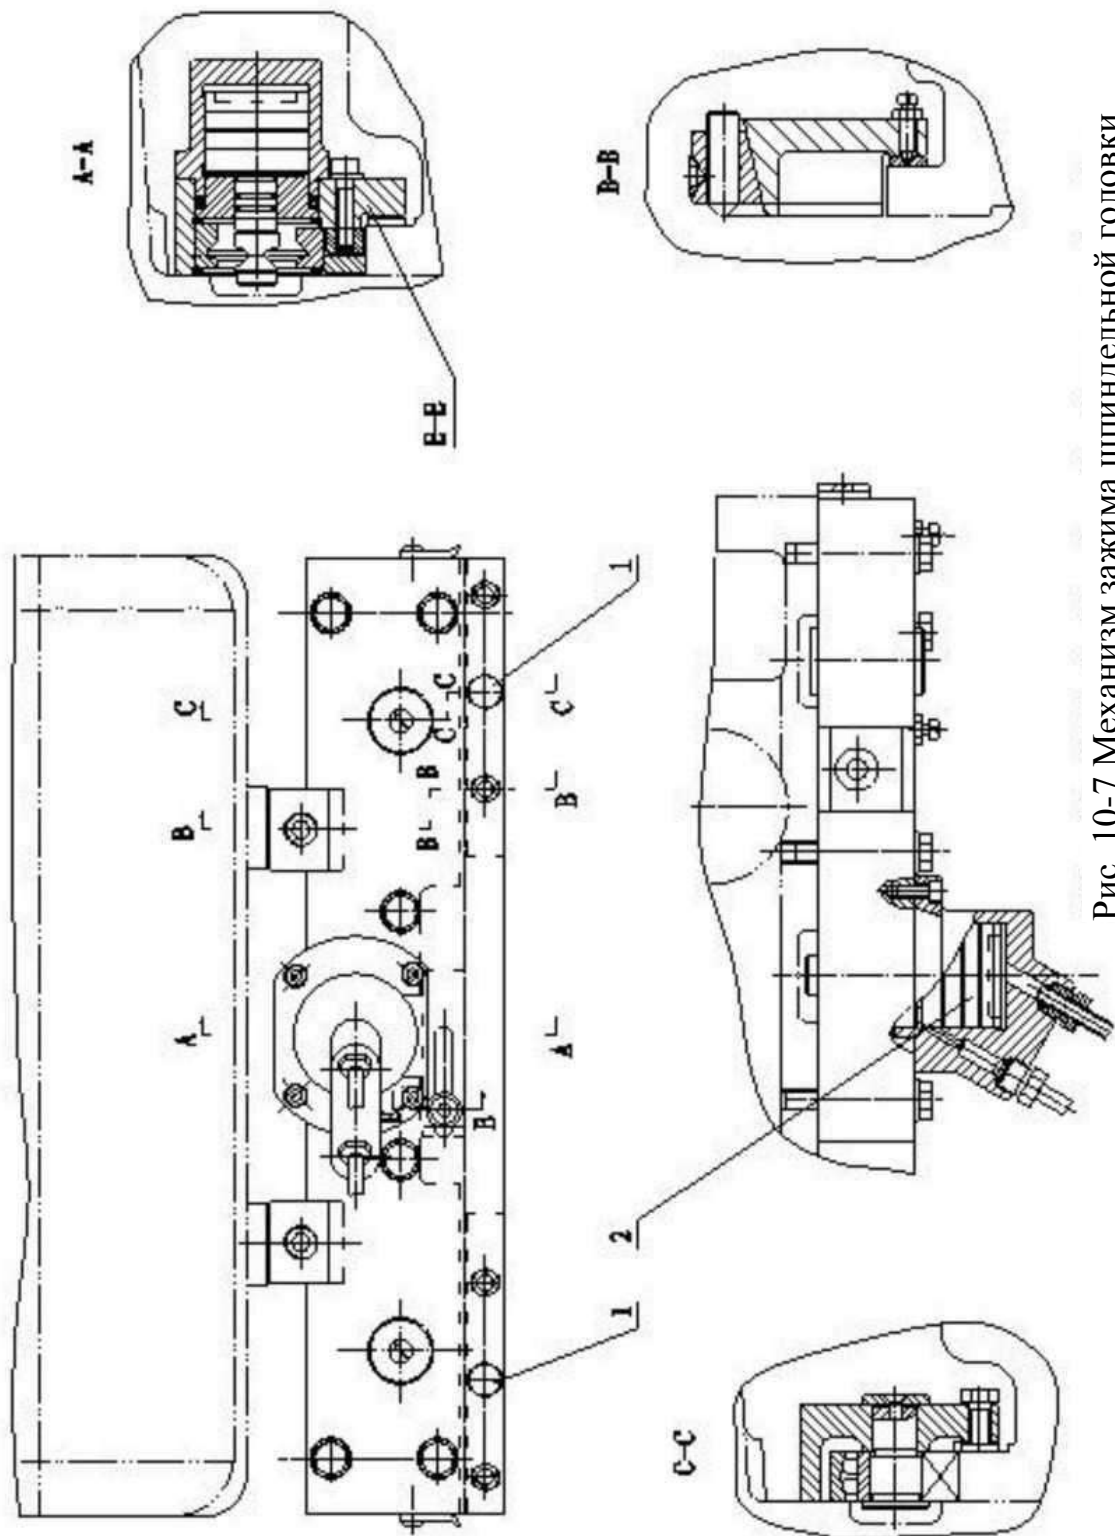

Рис. 10-7 Механизм зажима шпиндельной головки
(1) Регулировка зажима на шпиндельной головке (Рис. 10-7)